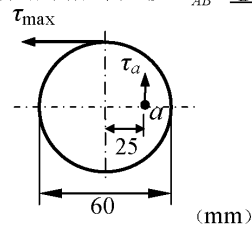
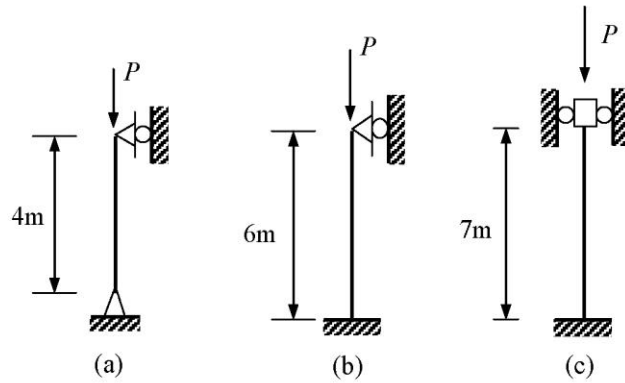

图 2
图 3
3. 一受扭圆轴，横截面上的最大切应力 $\tau_{\max} = 40 \text{MPa}$ ，如图 2 所示，则横截面上 a 点的切应力 $\tau_a = \text{⑤}$ 。
4. 对于危险点为二向拉伸应力状态的铸铁构件，应使用第一强度理论进行计算，其表达式为 $\sigma_{r1} = \text{⑥}$ 。
5. 图 3 所示材料相同，直径相等的细长圆杆中，⑦杆能承受压力最大；⑧杆能承受压力最小。